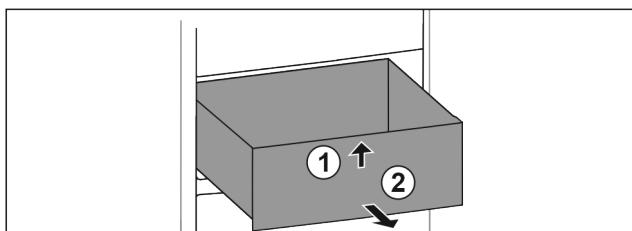

Fig. 70
- Nadvihnite zásuvku vpred. Fig. 70 (1)
- Odoberte zásuvku dopred. Fig. 70 (2)